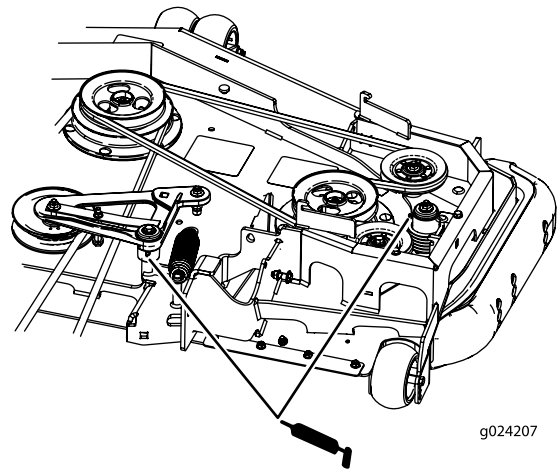

Figura 51
5. Engrase los brazos tensores de la correa de la carcasa (máquinas de descarga trasera solamente), como se muestra en la Figura 51.